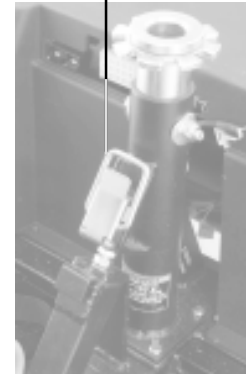

Figure 15B. Fermoir verrouillé
2. Basculez la boucle du fermoir par dessus le fermoir. Voir la figure 15B.